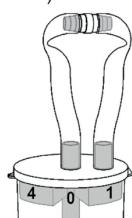

Abb. 4
- Verbind beide slanguiteinden stevig met de slang koppeling. De zuigpoliepval is dus verzegeld (Fig. 4).